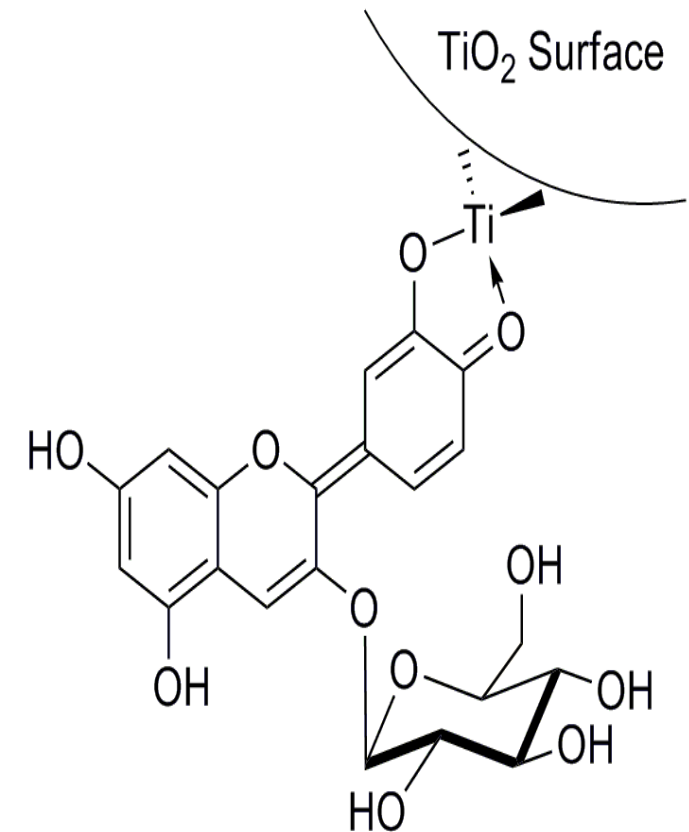

Figura 4. Superficie de una partícula de TiO_2 con una molécula de tinte orgánico. Autorizado por la red “NACK RAIN”.
- Por otro lado, los tintes de antocianinas (frambuesas, bayas y cerezas “Bing”) son moléculas orgánicas que absorben la luz visible extremadamente bien. Esto les da un color rojo púrpura intenso. Cuando ciertos tintes de antocianina entran en contacto con TiO_2 , pueden reaccionar químicamente y adherirse a la superficie de los nano cristales, como se muestra en la Figura 4.